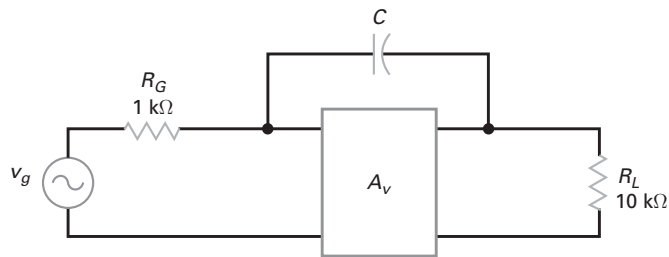

Figura 14-38
- 14-26** Qual a capacitância Miller de entrada na Figura 14-38 se $C = 5$ pF e $A_v = 200.000$?
- 14-27** Desenhe o gráfico de Bode ideal para o circuito de atraso de entrada da Figura 14-38 com $A_v = 250.000$ e $C = 15$ pF.
- 14-28** Se o capacitor de realimentação da Figura 14-38 é de 50 pF, qual a capacitância Miller de entrada quando $A_v = 200.000$?
14-29 Desenhe o gráfico de Bode ideal para a Figura 14-38 com uma capacitância de realimentação de 100 pF e um ganho de tensão de 150.000.